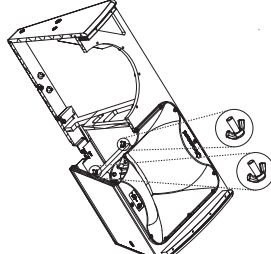

Fig. 3
4. Alcance através da cavidade do driver de baixo e afrouxe as duas porcas borboleta que prendem a cinta de retenção do driver de compressão (fig. 3).
10. Aperte as porcas borboleta de volta na cinta de retenção da chave de compressão (fig. 3).